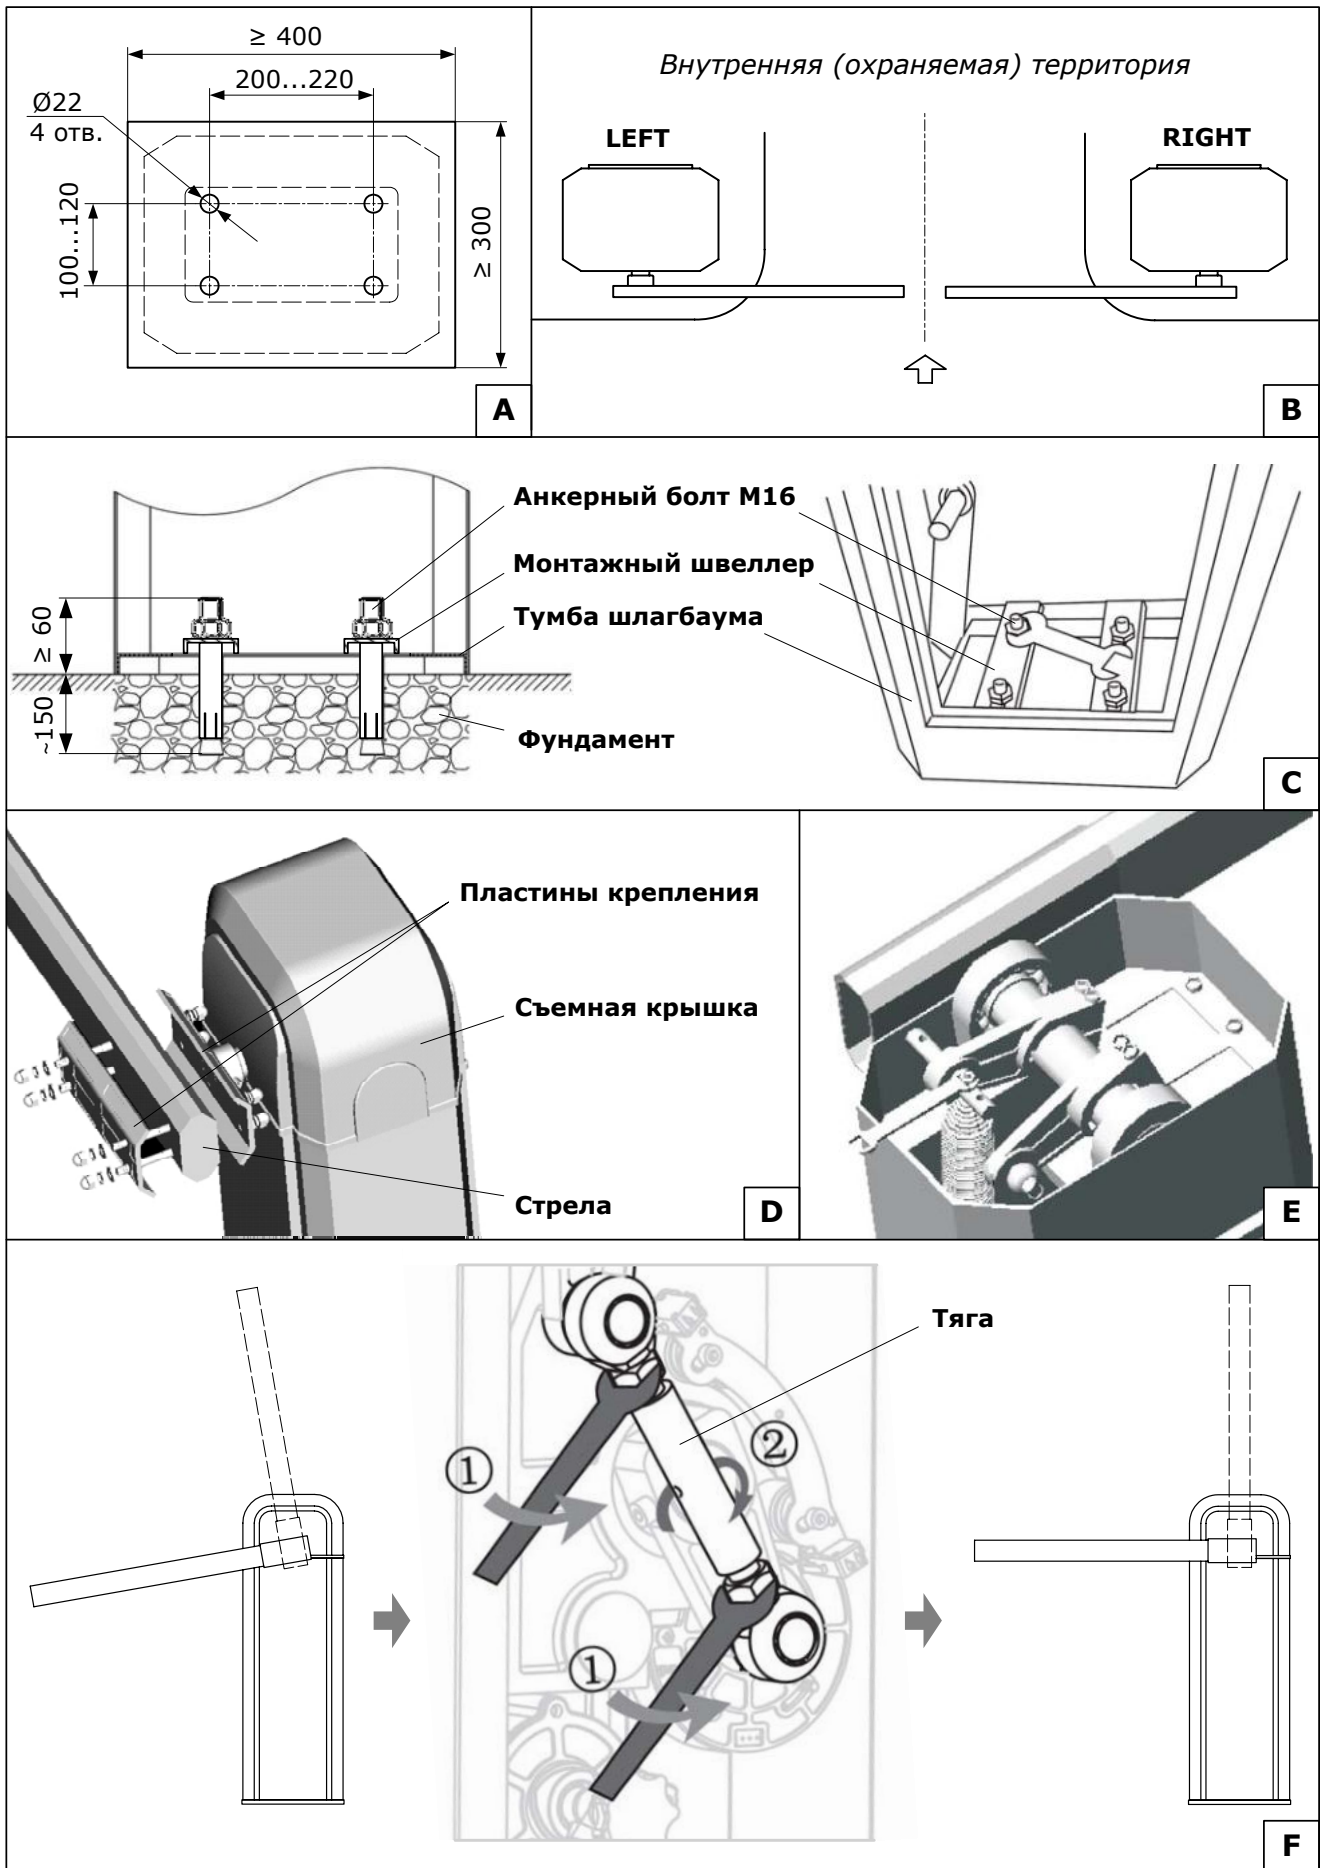

Рис. 3. Монтаж шлагбаума
- Подготовьте яму под фундамент для шлагбаума (рис. 3А-3С). Расположение ямы выберите, находясь внутри ограждаемой (охраняемой) шлагбаумом территории. Шлагбаум может быть установлен на правой или левой стороне проезда. Рекомендуется устанавливать шлагбаум таким образом, чтобы дверца тумбы шлагбаума могла открываться со стороны охраняемой территории (необходимо учитывать вид исполнения шлагбаума). Яму выполняйте на глубину, при которой не происходит промерзание грунта.
Шлагбаум ASB6000 выпускается двух видов (рис. 3В) – исполнение правое (RIGHT) и исполнение левое (LEFT). Изменение исполнения конструкцией шлагбаума не предусмотрено. В данном руководстве изображается шлагбаум с правым исполнением.
Для установки тумбы шлагбаума необходимо (рис. 3А, 3С):